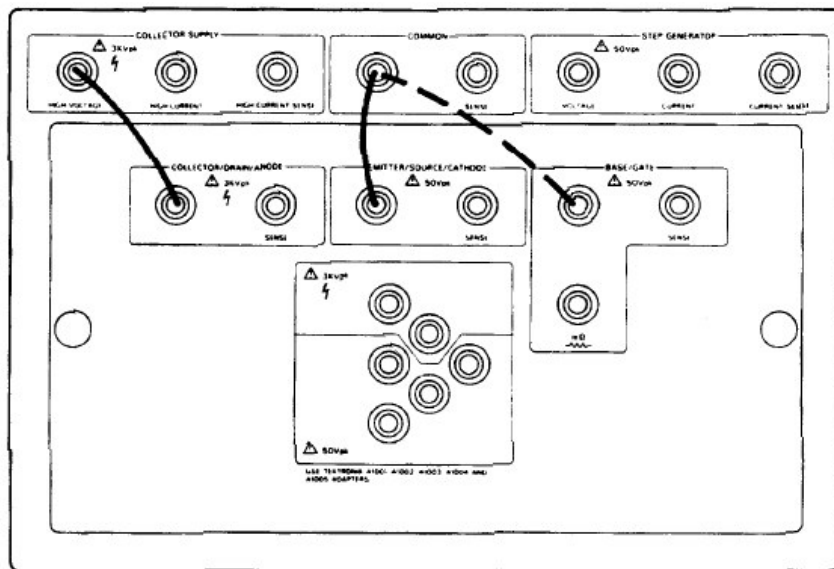

图 3-13 测量双极晶体管击穿电压特性的适配器面板和辅助面板连接
- c. 如图 3-13 所示在适配器面板和辅助面板的连接线间连接辅助软线。